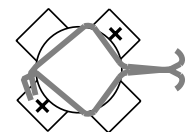

Figura 3.
- b. Apriete el alambre formado como lo indican, vea la figura 3, hasta que el alambre se junte y forme una abertura en forma de diamante, vea la figura 3.
- c. Mientras mantiene el alambre formando un diamante, vea la figura 3, inserte la bombilla a través de la abertura en forma de diamante y enrósquela en el portalámparas (zócalo).